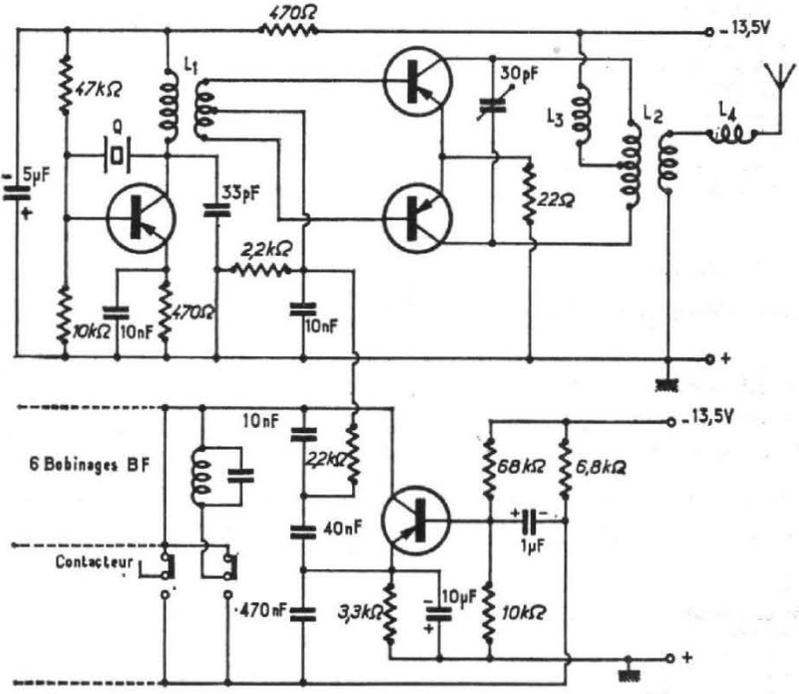

Fig. 14
2. — REALISATIONS TECHNIQUES (Schéma fig. 14)